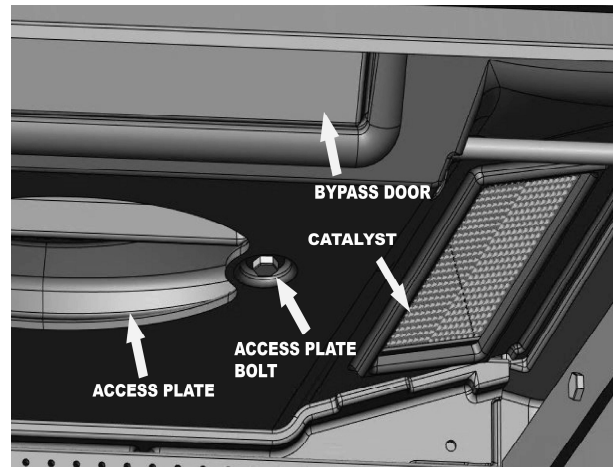

Figure 32– Détail de la plaque d'accès et du catalyseur Moitié (côté gauche illustré)
3. Lorsque le déflecteur est retiré, la face des catalyseurs est exposée pour inspection. Voir la figure 32.